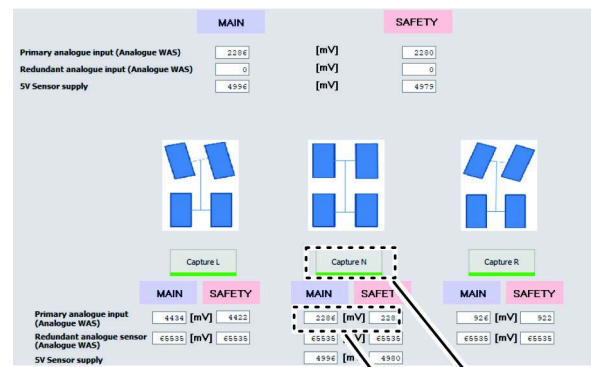

Bild 150
8. Klicken Sie auf das Symbol CAPTURE N [Mittelstellung erfassen] (Bild 150).